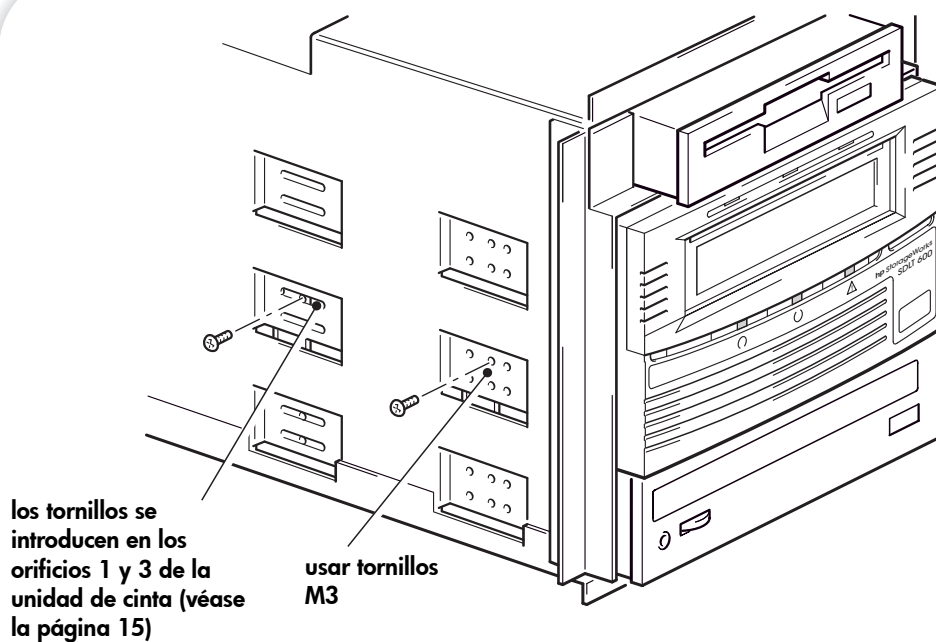

Figura 8b: sujeción de la unidad, sin elementos de montaje
- 1 Utilice los tornillos M3 suministrados con la unidad de cinta para fijarla en su sitio. Compruebe que los orificios del chasis están alineados con los orificios de los laterales de la unidad y utilice un destornillador Phillips normal para apretar los tornillos M3, según se muestra en la Figura 8b. Introduzca los tornillos de modo que queden en los orificios de la derecha de la unidad de cinta (orificios 1 y 3).